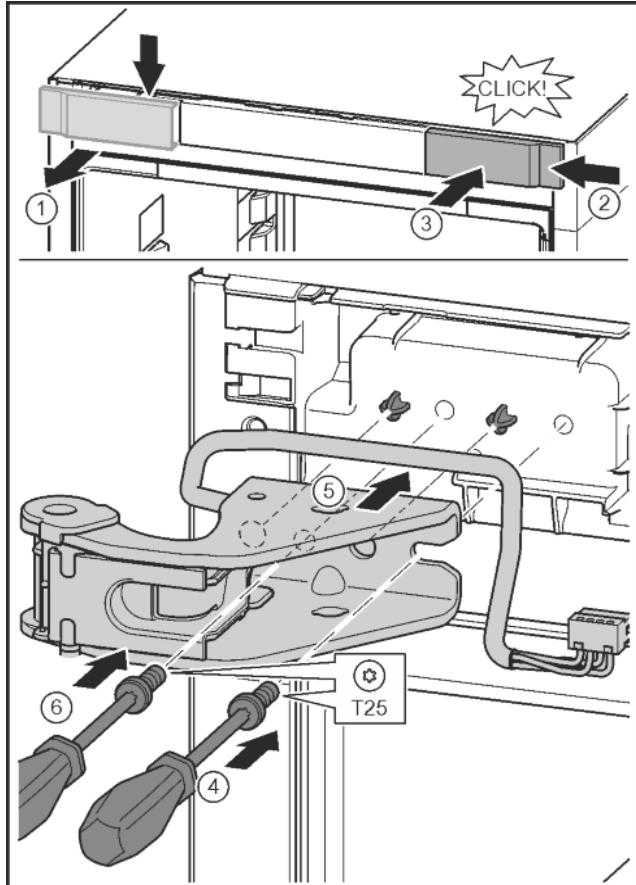

Fig. 33
- Відпустіть кришку та зніміть збоку. Fig. 33 (1)
- Почекайте кришку, що повернута на 180°, з іншого боку праворуч. Fig. 33 (2)
- Зафіксуйте кришку. Fig. 33 (3)
- Встановіть гвинт за допомогою викрутки T25. Fig. 33 (4)
- Встановіть верхній опорний кронштейн. Fig. 33 (5)
- Закрутіть гвинт. Fig. 33 (4)
- Встановіть та закрутіть гвинт за допомогою викрутки T25. Fig. 33 (6)